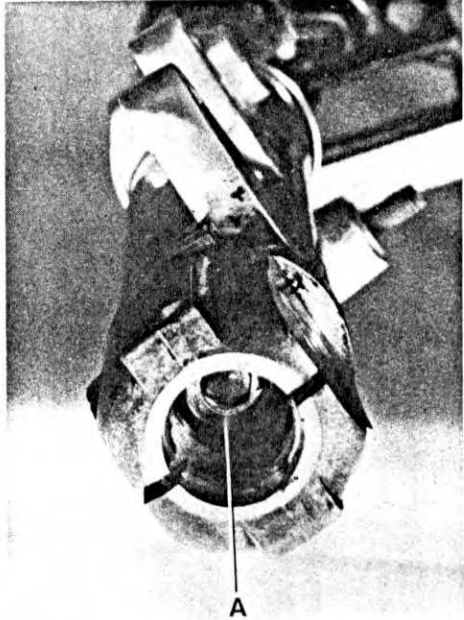

Fig. 161
- Svitare il bullone a testa cava esagonale posto inferiormente a ciascun fodero (A - fig. 161).
- Undo the Allen screw at the bottom end of each leg (A - fig. 161).